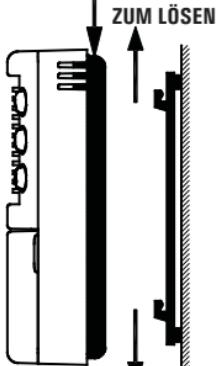

Abb. 1.
1. die Wand-Platte, welche unter den Sockel des Chronothermostates gekuppelt ist, frei machen wie auf Abb. 1 gezeigt.